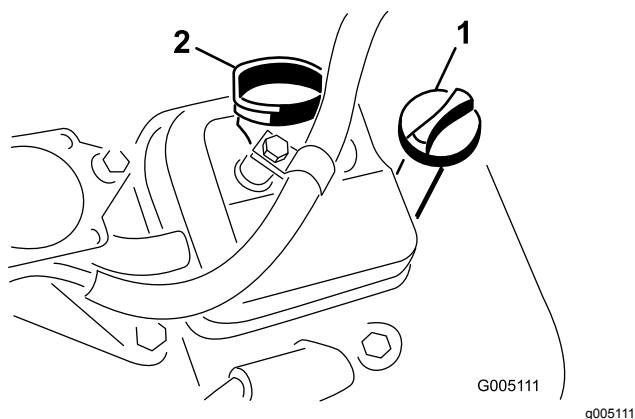

Figure 27
3. Revissez la jauge dans le tube en vérifiant qu'elle est enfoncée au maximum (Figure 27).